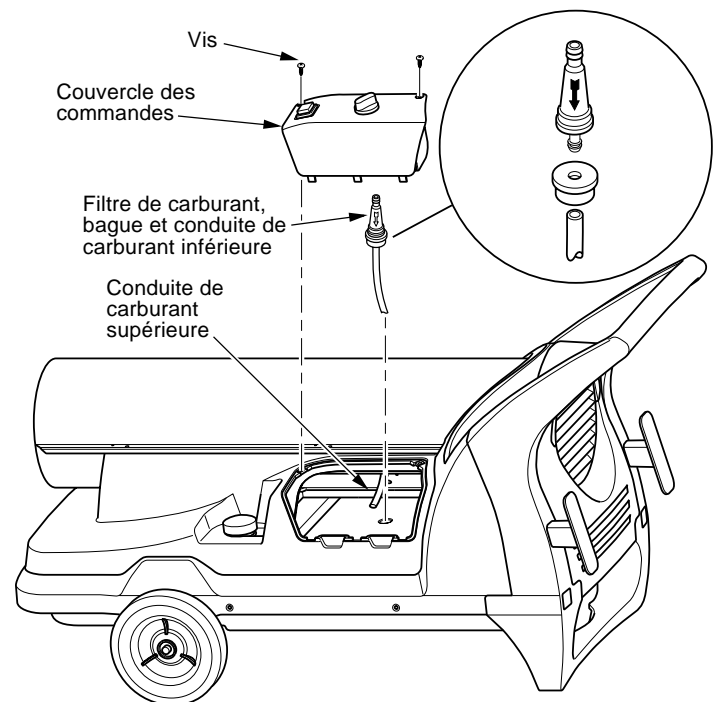

Figure 11 - Enlèvement du filtre de carburant
3. Dégagez la conduite de carburant supérieur du cou du filtre de carburant (voir Figure 11).
4. Tirez soigneusement la bague, le filtre de carburant et la conduite de carburant inférieure du réservoir de carburant (voir Figure 11).
3. Retirez les deux vis d'arrêt du couvercle des commandes à l'aide d'un tournevis cruciforme. Retirez le couvercle des commandes (voir Figure 11, page 9).
12. Remplacez le couvercle des commandes (voir Figure 11, page 9).
- Retirez les vis du couvercle des commandes à l'aide d'un tournevis cruciforme (voir Figure 11, page 9).